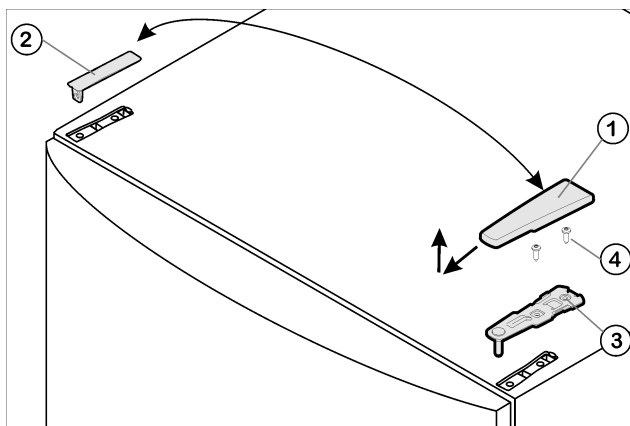

Fig. 4
- ▶ Enlever le cache Fig. 4 (1) vers l'avant et vers le haut.
- ▶ Retirer le cache Fig. 4 (2).
- ▶ Dévisser le support d'appui supérieur Fig. 4 (3)(2 Torx® 25) Fig. 4 (4) et retirer vers le haut.
- Placer le support d'appui supérieur Fig. 4 (3) sur le nouveau côté charnière de porte.
- Visser le support d'appui supérieur à fond (avec 4 Nm) (2 Torx® 25) Fig. 4 (4). Pointer les trous de vissage ou utiliser une visseuse sans fil.
- Faire encliqueter le cache Fig. 4 (1) et le cache Fig. 4 (2) du côté opposé.